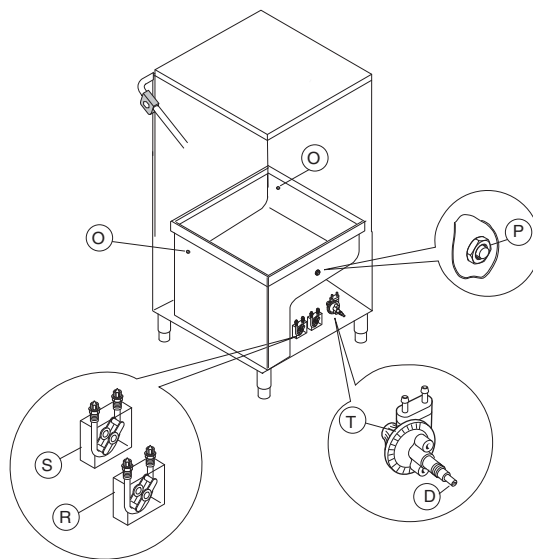

Fig. 14
1. Opvaskemaskine med indbygget doseringspumpe til opvaskemiddel (Fig. 14)
2. Opvaskemaskine med indbygget doseringspumpe til afspændingsmiddel (peristaltikpumpe) (Fig. 14)
3. Opvaskemaskine med indbygget doseringspumpe til afspændingsmiddel (membranpumpe) (Fig. 14)
Forberedelse af automatisk doseringspumpe til opvaskemiddel (Fig. 14)
På maskiner med trykboiler er det muligt at aktivere membrandoseringsbeholderen manuelt ved at trykke på skruen "D" (Fig. 14).
Drej  på skruen "D" for at ændre doseringen (Fig. 14).